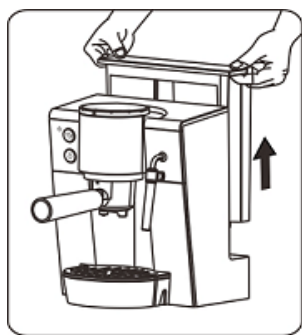
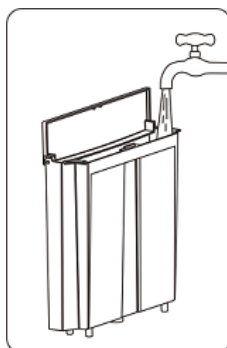

Figure 1
Figure 2
2. Levante la tapa del depósito de agua en ambos lados y tire hacia arriba el tanque (ver Fig.1) y llénelo(ver Fig. 2). No superar el nivel MAX.